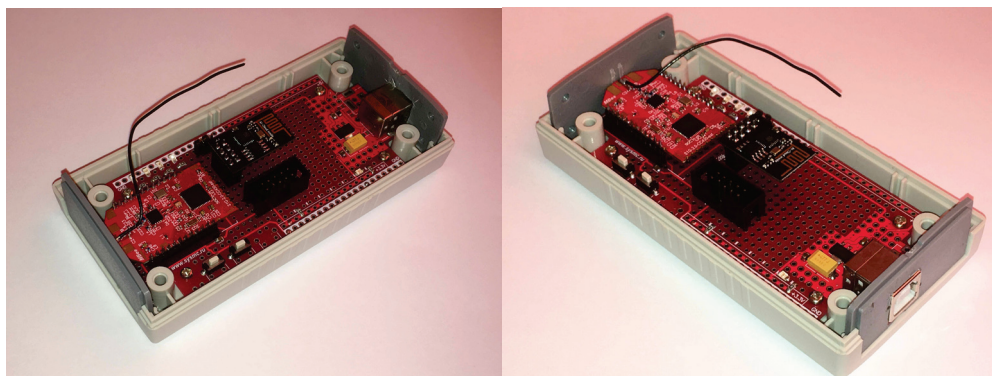

Рисунок 1
- 1.3. Устанавливаем плату в корпус G436 (Рисунок 1).